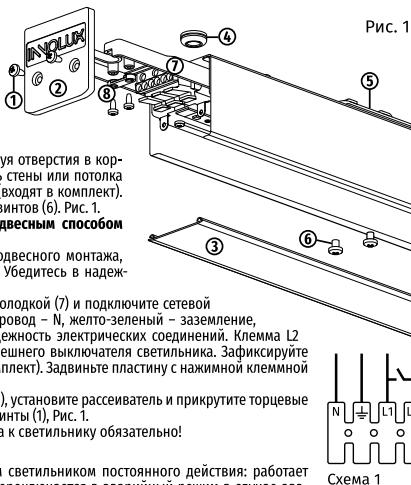

Рис. 1
Наметьте и просверлите два отверстия для установочных скоб (5) на поверхности стены или потолка по месту установки. Расстояние между центрами отверстий указано в Технические характеристики». Установите пластмассовые дюбели из монтажного комплекта в отверстия. Открутите винты (6), которыми закреплены установочные скобы (5), используя отверстия в корпусе светильника. Установите на поверхность стены или потолка установочные скобы (5) при помощи винтов (входят в комплект). Закрепите светильник на скобы при помощи винтов (6). Рис. 1.
Установите на скобы (5) 2 комплекта для подвесного монтажа, приобретаются отдельно (артикул – 96 578). Убедитесь в надежности подвеса, Рис. 1.
3. Выдвиньте пластину с нажимной клеммой колодкой (7) и подключите сетевой провод в соответствии со схемой 1. Синий провод – N, желто-зеленый – заземление, белый – L1, коричневый – L2. Проверьте надежность электрических соединений. Клемма L2 предназначена для реализации вкл/выкл внешнего выключателя светильника. Зафиксируйте провод зажимом и шурупами (8) (входят в комплект). Задвиньте пластину с нажимной клеммой колодкой, Рис. 1.
4. Отрежьте необходимую длину рассеивателя (3), установите рассеиватель и прикрутите торцевые крышки (2) к корпусу, используя монтажные винты (1), Рис. 1.
1. Выдвиньте пластины с нажимной клеммой колодкой (7) и подключите коннекторы из монтажного комплекта, Рис. 1.
2. Закрепите соединительные скобы из KC-01-1-ДСО-06 в светильник винтами (входят в комплект), задвиньте пластины с нажимной клеммой колодкой (7) и закрепите соединительные скобы в другом светильнике.
2. Введите сетевой провод в корпус через уплотняющее отверстие (4), Рис. 1.